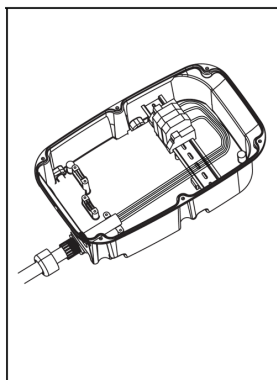

Fig. 16
- a3. Introduzca la cabeza de presión en el cable y, a continuación, pase el cable a través del cuerpo principal hasta que quede retenido (fig. 16).